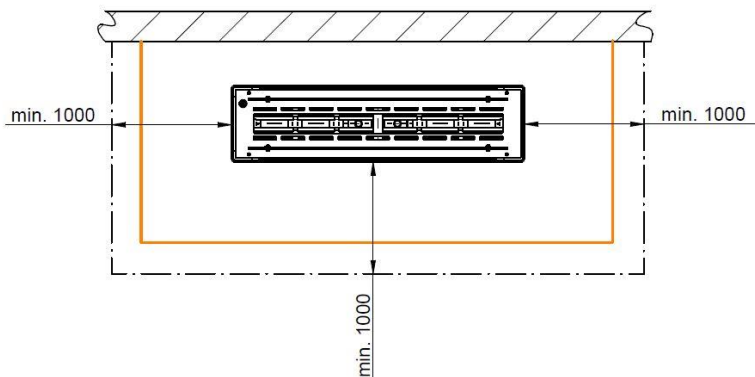

Abb. 10 Mindestabstände zu brennbaren Bauteilen
Das EBIOS-FIRE-Möbel, ob Standmöbel oder Wandmöbel, muss **waagrecht ausgerichtet** und **gegen Kippen gesichert** werden. Wandgerät an der Wand befestigen, Standgerät an Wand oder auf dem Boden befestigen. Beachten Sie dabei die Sicherheitsabstände. (**Abb. 10 Strahlungsbereich**). Hinterlüftungen dürfen nicht geschlossen werden. Platzieren Sie den Brenner in den dafür vorgesehenen Einbaurahmen der Quadra Inside Automatic SL 500 oder SL 1000.
- Es dürfen **keine brennbaren** Gegenstände auf der Oberfläche der EBIOS-FIRE Quadra Inside Automatic SL 500 und SL 1000 abgestellt oder abgelegt werden. Legen Sie **keine** Wäschestücke zum Trocknen auf das Möbel. Ständer zum Trocknen von Kleidungsstücken sind nur **außerhalb** des Strahlungsbereichs aufzustellen (**Abb.10**)! → **Brandgefahr!**